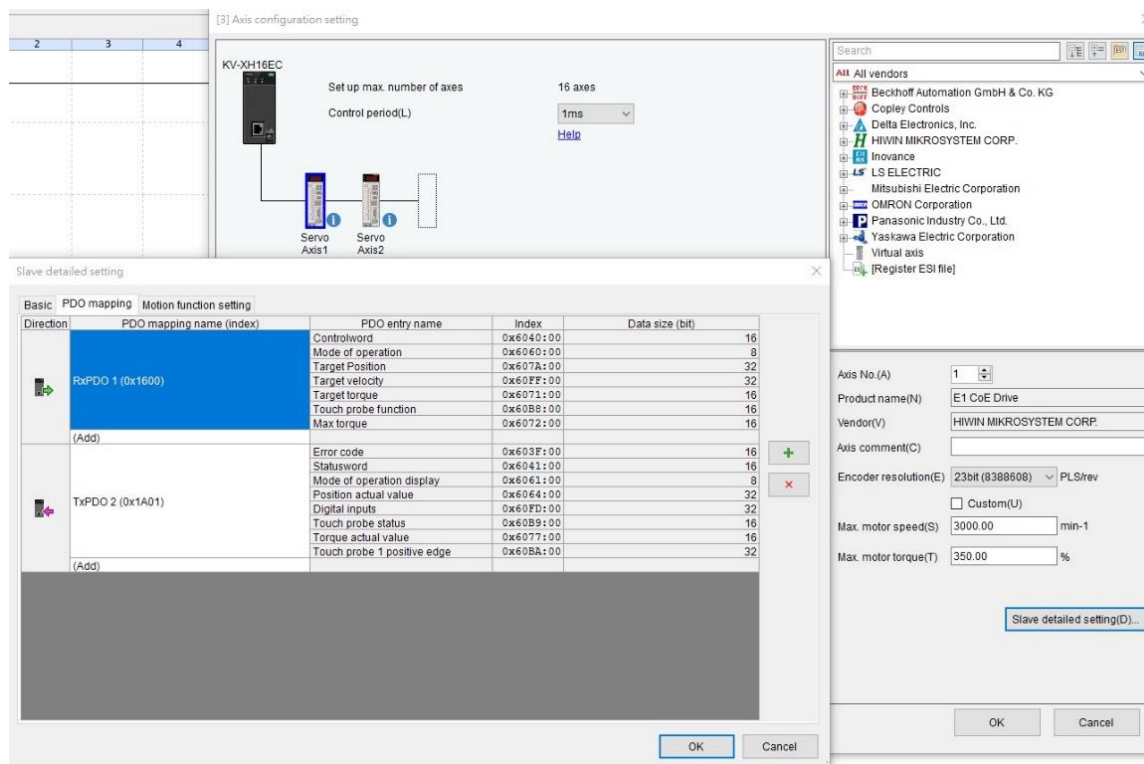

図 1.1
1. ユーザーはまず E シリーズドライバーの ESI ファイルをロードし、モーターの最大速度とエンコーダーの分解能を設定できます。PDO マッピングについては、図 1.1 を参照してください。